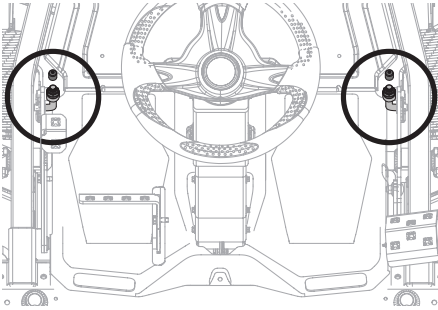

Figure 39
- a. Retirez le capuchon des tiges de relevage avant du plateau et gardez-les pour utilisation ultérieure (Figure 39).
- b. Tournez les écrous avant vers la droite pour relever le plateau de coupe ou vers la gauche pour l'abaisser. Ajustez chaque écrou de manière égale. (Figure 39).